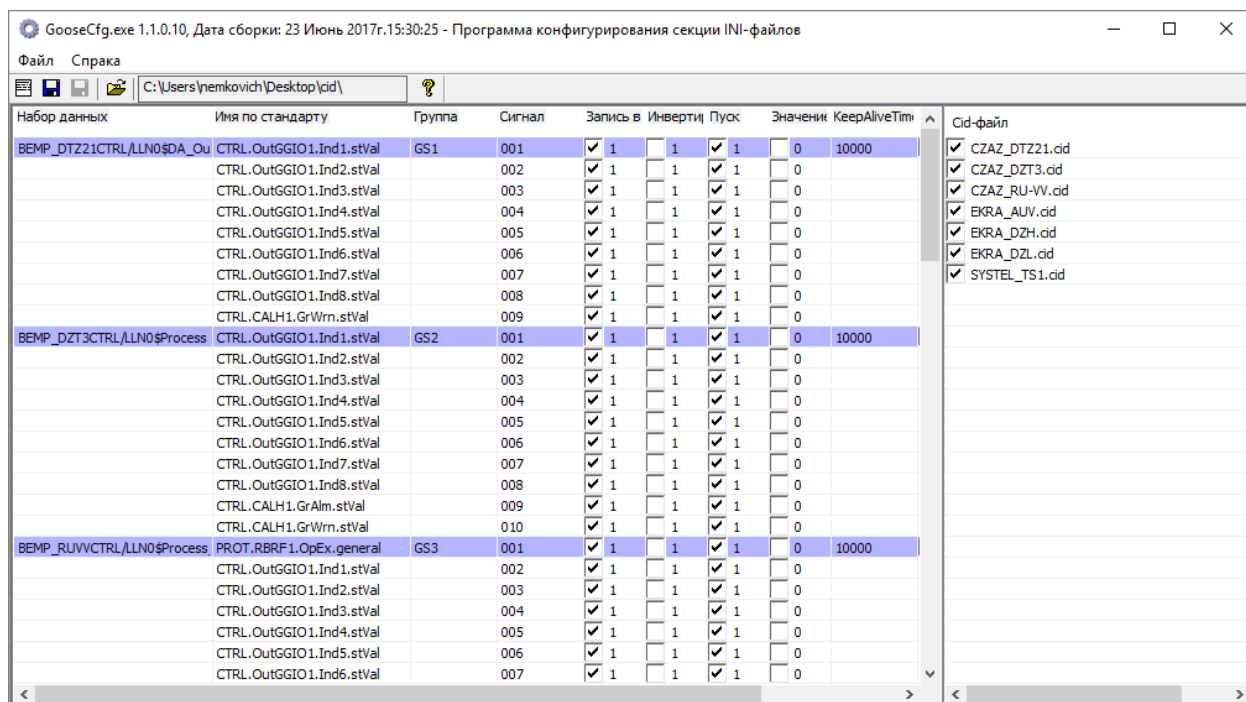

Рисунок 9 – Общий вид главного окна после загрузки параметров информационных моделей
- Рисунок 9 – Общий вид главного окна после загрузки параметров информационных моделей